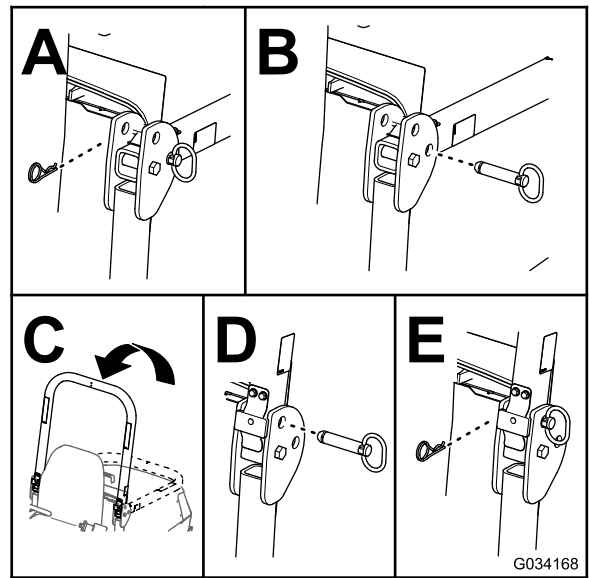

Figura 28
2. Remova os pernos de gancho e os pinos da barra de segurança (Figura 28).
3. Eleve a barra de segurança e prenda-a no sítio com os pinos e os pernos de gancho (Figura 28).